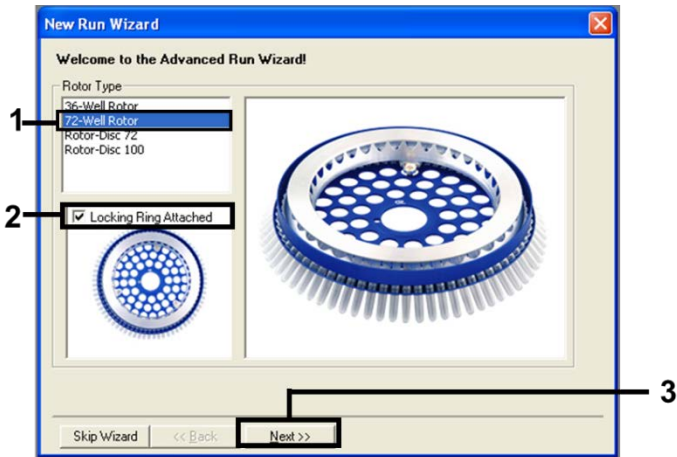

Abbildung 1. Dialogfeld „New Run Wizard“ (Assistent für neue Läufe)
3. Wählen Sie „72-Well Rotor“ (72-Well-Rotor) als Rotortyp aus. Vergewissern Sie sich, dass der Schließring angebracht ist und aktivieren Sie das Kontrollkästchen Locking Ring Attached (Schließring angebracht). Klicken Sie auf Next (Weiter) (Abbildung 1).